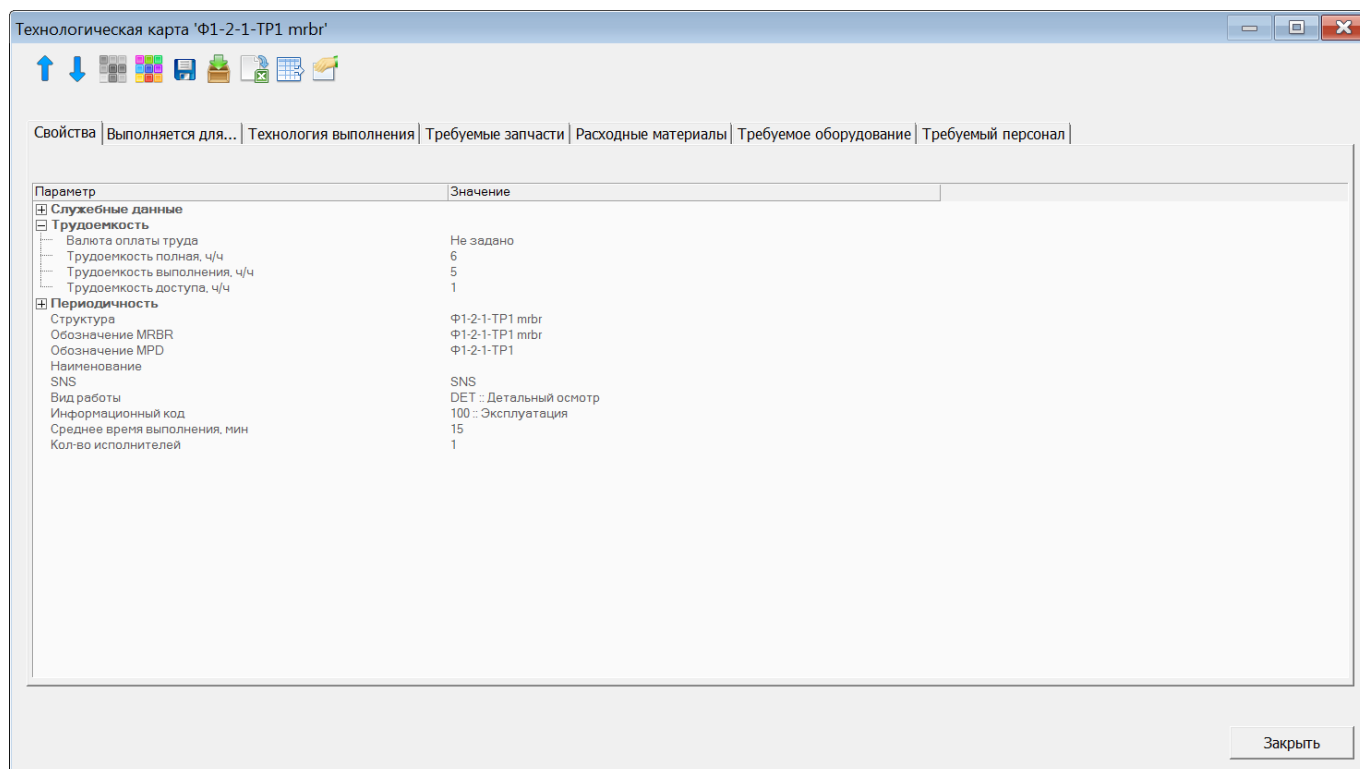

Рис. 10-378 – Окно свойств создаваемой ТК
- 3) Нажать кнопку «Добавить описание технологии восстановления» панели «Технология восстановления» (рис. 10-378).